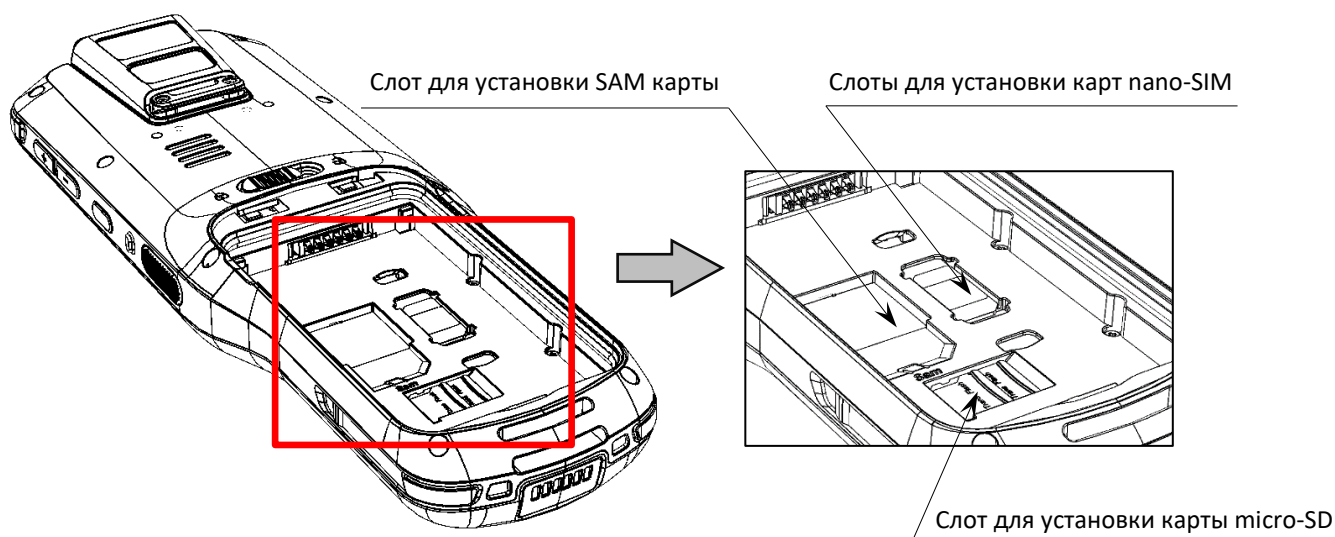

Рисунок 9. Расположение слотов для карт nano-SIM и micro-SD
1. Выполнить пункты 1-5 раздела «Замена аккумулятора с отключением питания». Получить доступ к слотам для карты памяти micro-SD и nano-SIM (SIM 1, SIM 2), которые расположены на дне отсека для АКБ (см. рисунок 9).